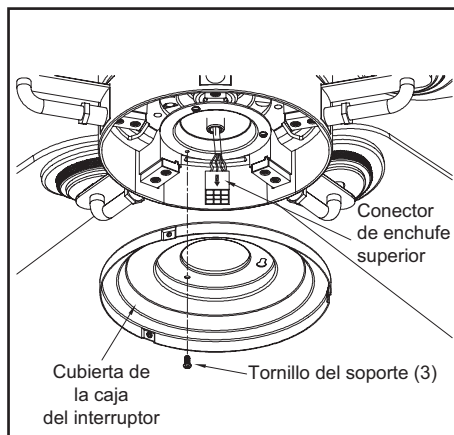

Figura 15
1. Quita un tornillo del soporte negro del conjunto motor-ventilador. Afloja los otros dos tornillos, sin quitarlos. Alinea las ranuras tipo ojo de cerradura en la cubierta de la caja del interruptor con los tornillos en el soporte negro. (Figura 15)
Este ventilador se envía desde la fábrica con el interruptor de reversa en posición de hacer circular el aire hacia abajo. Si deseas encauzar el flujo de aire en sentido contrario, apaga el ventilador y espera a que las aspas se detengan; enseguida desliza el interruptor de reversa (ubicado en la caja de interruptores, consulta la Figura 15 de la página 9) hacia la dirección opuesta y a continuación vuelve a encender el ventilador. Las aspas del ventilador girarán en sentido contrario e invertirán la corriente de aire.